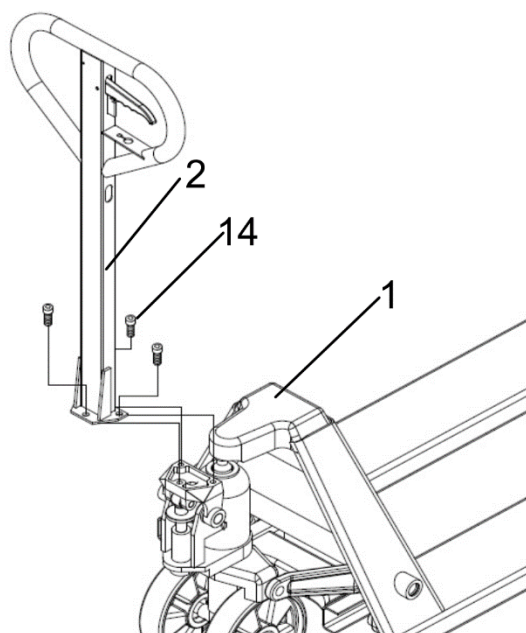
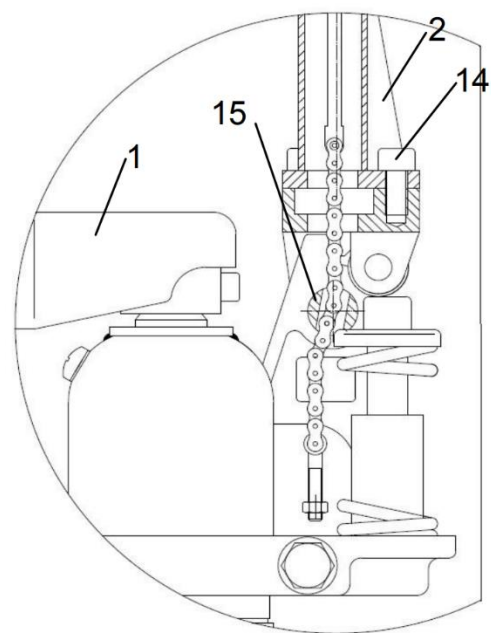

Рис. 8: Монтаж ручки ER D
Рис. 9: Вид сбоку ER D
1. Рама гидравлической тележки в сборе с гидроузлом (рис. 8, поз. 1) – 1 шт.
2. Ручка управления (рис. 8, поз. 2) – 1 шт.
14. Установочные болты (рис. 8, поз. 14) – 3 шт.
А) Открутите 3 болта (рис. 9, поз. 14) от кронштейна, установленного на гидроузле.
В) Установите рукоятку (рис. 8, поз. 2) на кронштейн и убедитесь, что цепь с регулировочным болтом проходит как через отверстие посередине кронштейна, так и через отверстие в его оси (рис. 9, поз. 15).
С) Надежно закрепите рукоятку (рис. 8, поз. 2) на кронштейне при помощи болтов (рис. 9, поз. 14).